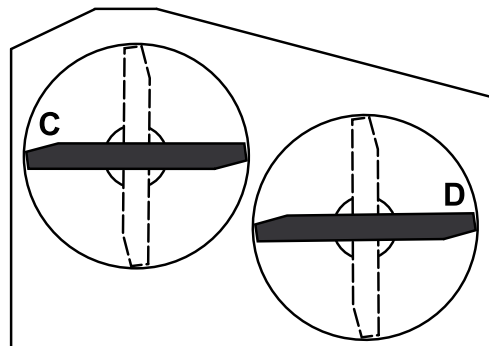

Figura 58
2. Coloque las cuchillas en posición lateral. Mida en las posiciones C y D desde una superficie nivelada hasta el filo de corte de los extremos de la cuchilla (Figura 58).